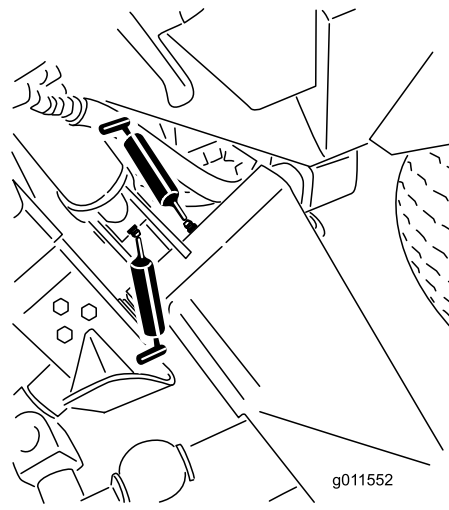
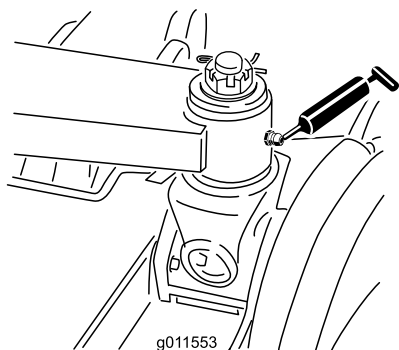

Figure 72
Figure 73
- 6 bagues de bras de levage principal (Figure 72 et Figure 73)